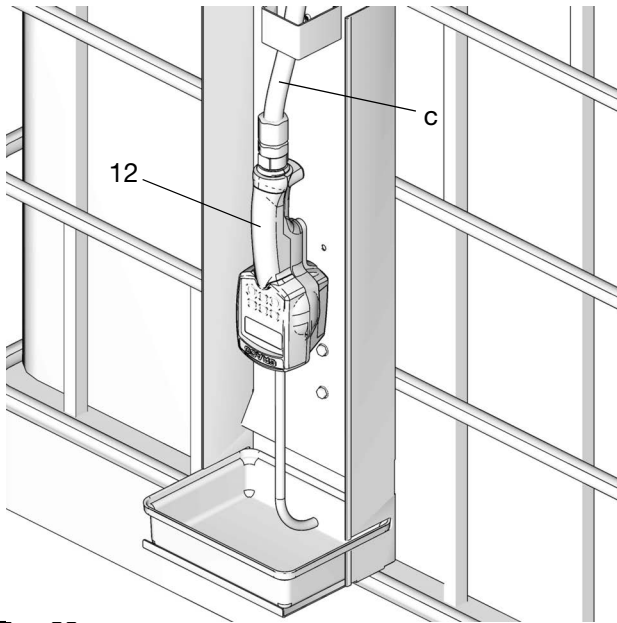

FIG. 22
4. Instale el medidor (12) en el extremo de la manguera. Apriete firmemente los tornillos (FIG. 22).